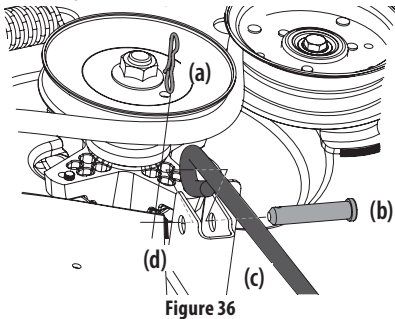

Figure 36
- b. Retirez la troisième goupille fendue (a) de l'axe de chape (b) qui fixe la tige de commande (c) au support du système de relevage avant (d). Retirez l'axe de chape (b). Voir Figure 36.